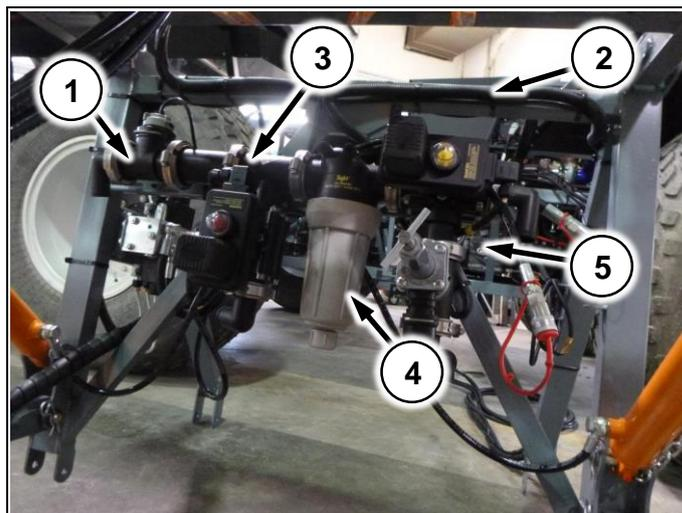

Рис. 84
Распределительная аппаратура состоит из частей – блока секционных клапанов (Рис. 85) и блока управления расходом (Рис. 84/1) – расходомер; (Рис. 84/2) – главный клапан; (Рис. 84/3) - регулировочный клапан; (Рис. 84/4) – корпус фильтра тонкой очистки; (Рис. 84/5) – предохранительный клапан.
1. М – главный клапан (Рис. 84/2)
2. R – регулирующий клапан (Рис. 84/3)
3. Расходомер (Рис. 84/1) и датчик скорости подключаются в 3х.-контактные герметичные разъемы (См. схему в кратком руководстве по электрооборудованию)